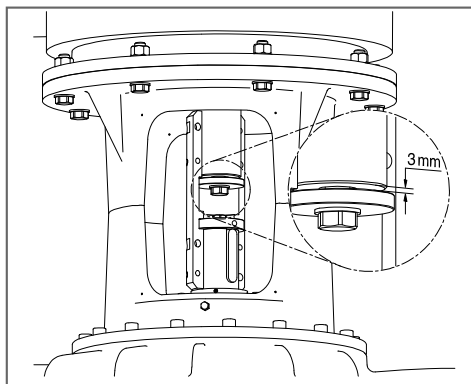

Fig. 7
- 커플링 가드를 분리하십시오.(Fig.7, Pos.1)